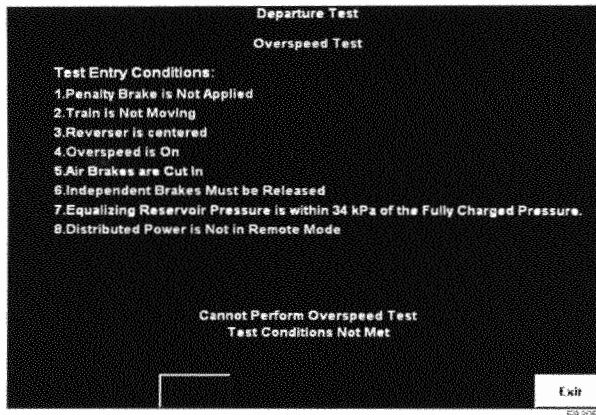

Figura 3-71. Prueba de partida - Prueba de exceso de velocidad
2. Oprima la tecla Overspeed Tests (Pruebas de exceso de velocidad). Aparece la pantalla de Condiciones de ingreso a la prueba de partida/Prueba de freno de exceso de velocidad. Consulte Figura 3-71.
- Una vez que se cumplen todas las condiciones de ingreso a la prueba, oprima la tecla StartTest (Iniciar prueba). Cuando la prueba se encuentra en progreso, la pantalla se mantiene como la Figura 3-71, sólo que la tecla StartTest (Iniciar prueba) desaparece y el mensaje **CANNOT PERFORM OVERSPEED TEST (NO SE PUEDE REALIZAR LA PRUEBA DE EXCESO DE VELOCIDAD)** es reemplazado por el mensaje **OVERSPEED TEST IN PROGRESS (PRUEBA DE EXCESO DE VELOCIDAD EN PROGRESO)**.